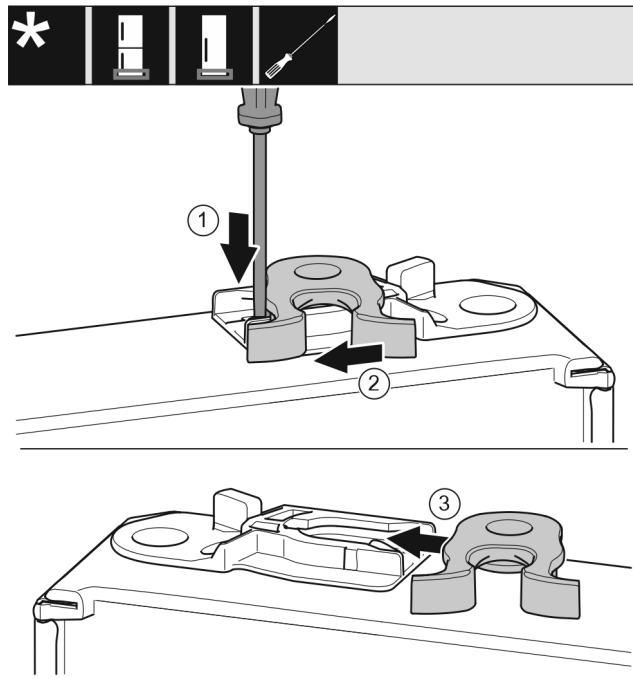

Fig. 17
- Plochým skrutkovačom zatlačte sponu Fig. 17 (1) nadol.
- Vytiahnite zatvárací hák Fig. 17 (2) z vedenia.
- Zasuňte zatvárací hák Fig. 17 (3) na druhej strane do vedenia.